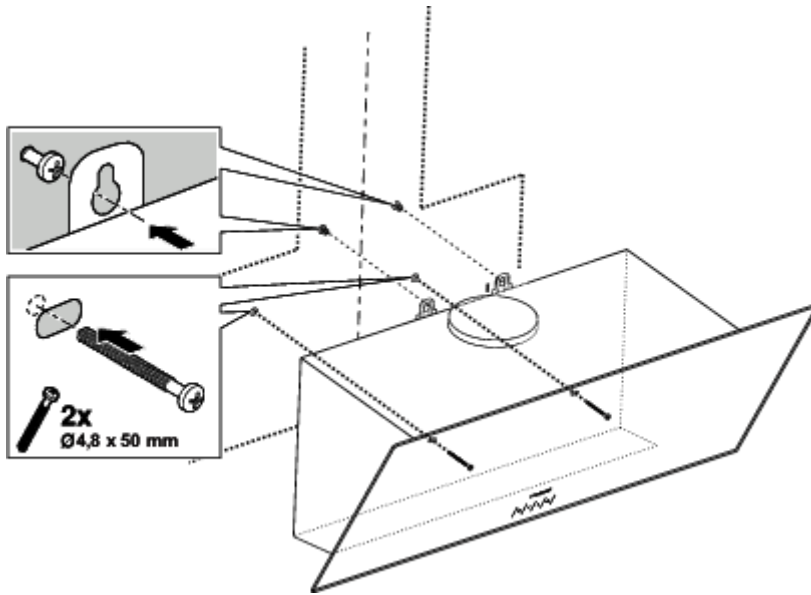

Fig. 13:
1. El aparato se levanta por su carcasa y se coloca en los tornillos de suspensión que se encuentran en la pared y los tornillos se aprietan (Fig. 13).
2. El aparato se fija con tornillos de 4.8x50 a través del orificio de montaje que se encuentra en parte interior del aparato (Fig. 13).